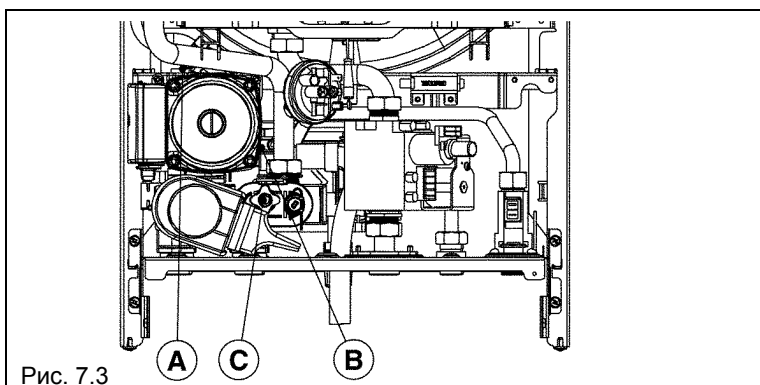

Рис. 7.3
- ослабьте клапан слива воды из котла (С – рис. 7.3).